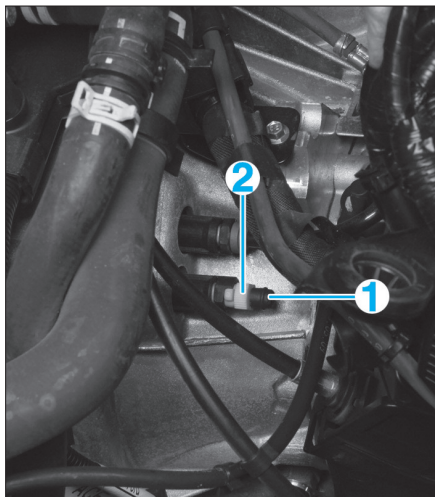

Fig. 6
- Déposer le capuchon (1) de la vis de purge sur le cylindre récepteur (Fig.6).